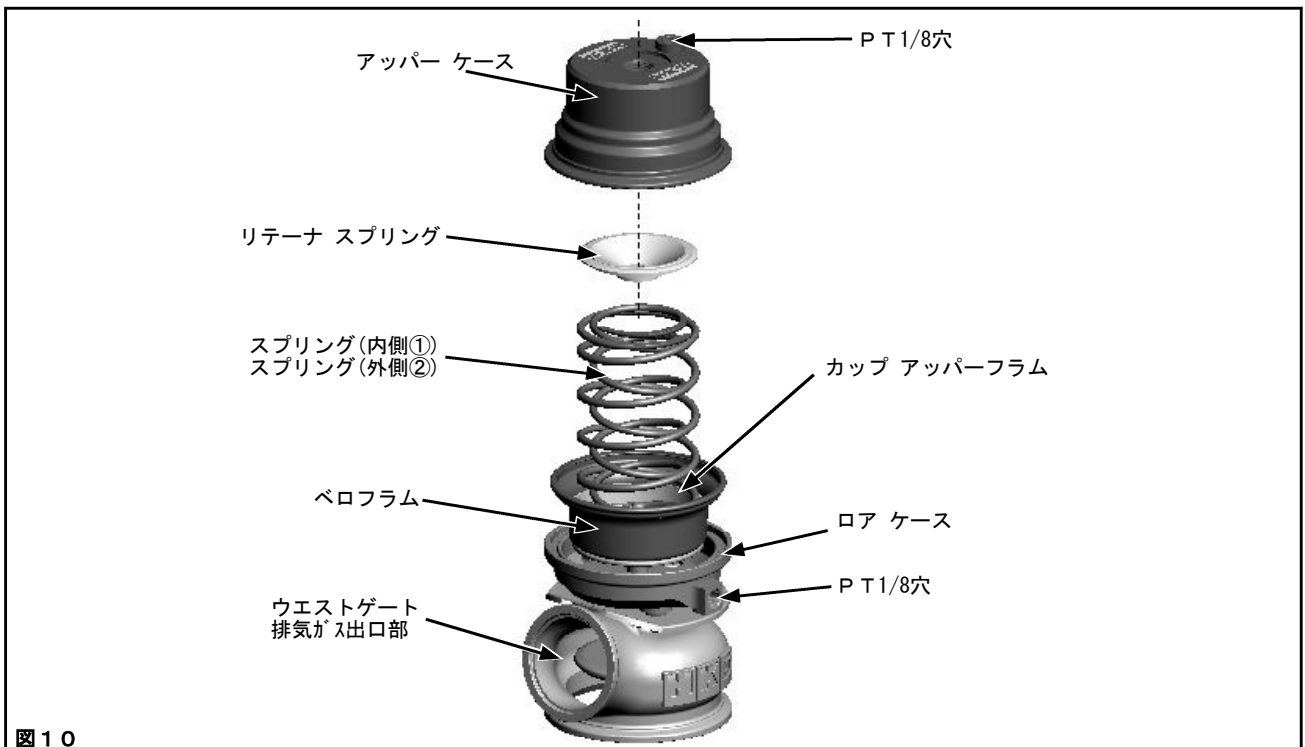

図10
(13) アッパー ケース、リテーナ スプリングを取外してください。(図10、表1)
(14) キット内のスプリング(上下は問いません)をセットし、スプリング上端にリテーナ スプリングをかぶせ、アップパー ケースを乗せてください。(図10)
- ・リテーナ スプリングは、凸部が下をに向くように組付けてください。(図10、図11)